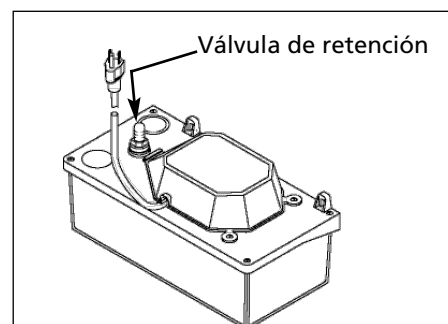

Figura 8 - Válvula de retención
1. Desconecte la línea de descarga de la válvula de retención (Vea la Figura 8).